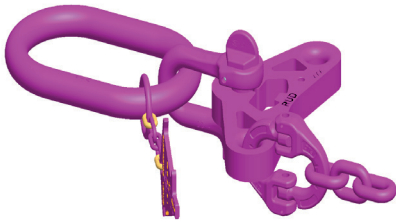

Fig. 13 : Aligner la deuxième moitié du maillon d'assemblage VVS avec la première moitié.
4. Assemblez les deux moitiés du maillon d'assemblage afin que les composants soient alignés (fig. 13).